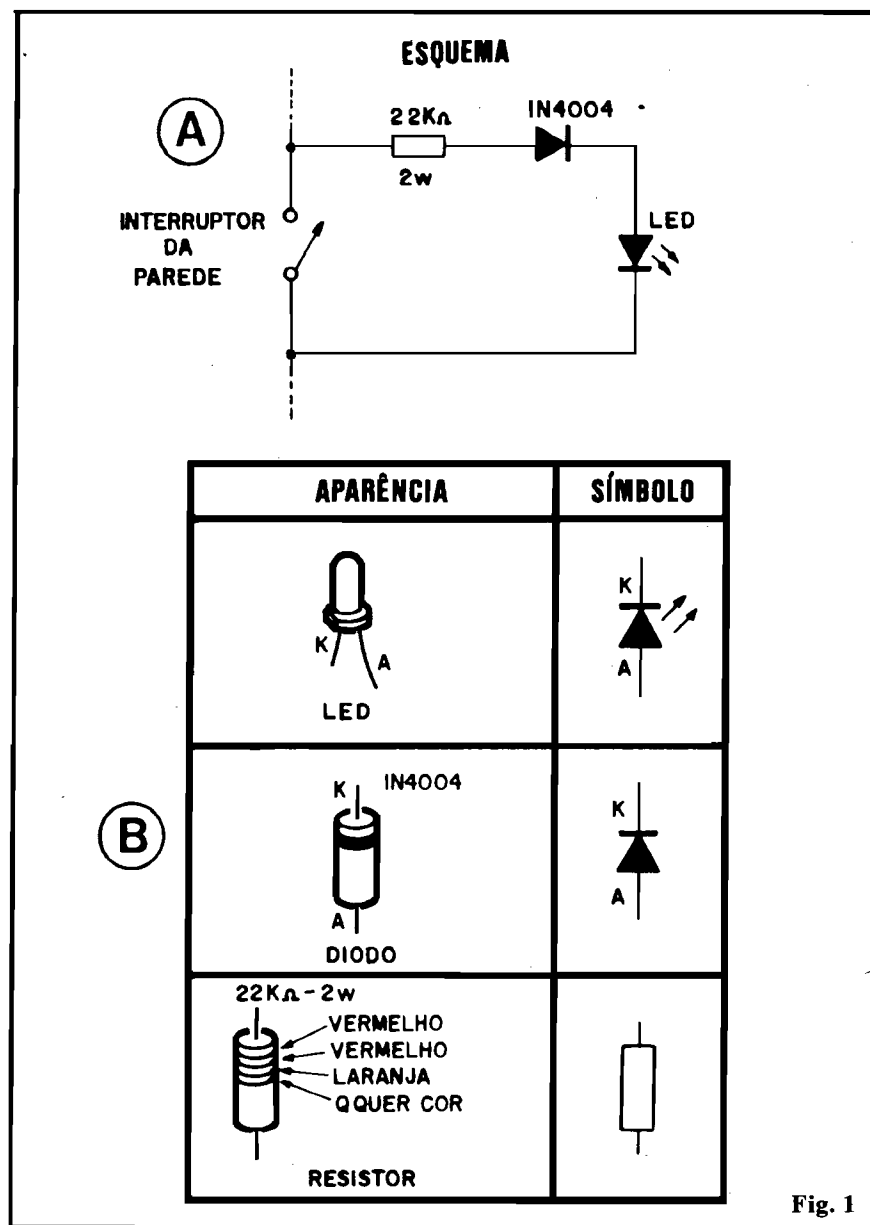

Fig. 1
- **FIG. 1** - O esquema e os componentes. Conforme o Leitor/Aluno já foi ensinado, um “esquema” nada mais é do que uma espécie de “mapa” de um circuito, com todos os seus componentes e ligações representados de forma simbólica (muito fácil de entender...).